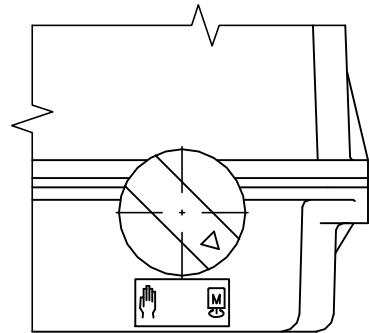

Рис.10
- кнопкой ручного управления вращаем вправо (Рис.10) - Δ на кнопке совпадет со симболом руки), тем разомкнем передачу прибора. При приборах с рычагом надо держать рычаг, чтобы аппарат при нагрузке не натолкнулся на концевую позицию.